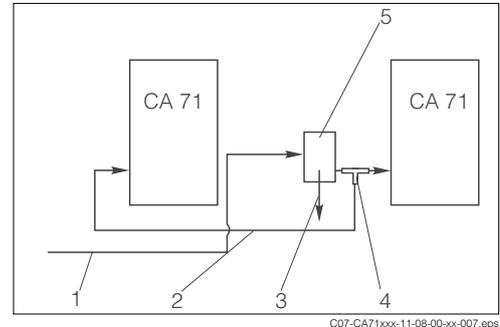

Fig. 9: Ejemplo de instalación
- La distancia entre los analizadores debe ser lo más corta posible: la línea sobre la que se recoge la muestra entre el acoplamiento en T y el segundo analizador (Fig. 9, elemento 2) no ha de superar los 1,5 m